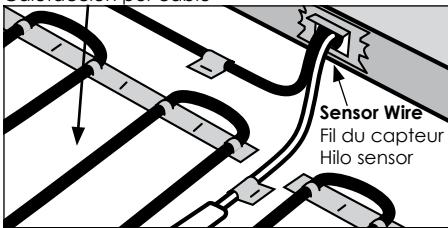

Figure 2
- Pull sensor wire into ECB and secure to the floor. See Figure 2. The sensor must not cross or overlap any other cable on the floor AND must be embedded in the cementitious based mortar in the same manner as the heating cables.
- Tirer sur le fil du capteur pour l'introduire dans le boîtier et le fixer au plancher. Voir la figure 2. Le fil ne doit pas croiser ni passer par-dessus un autre fil ou câble sur le plancher. Il doit être enroulé dans le mortier à base de ciment de la même façon que les câbles chauffants.